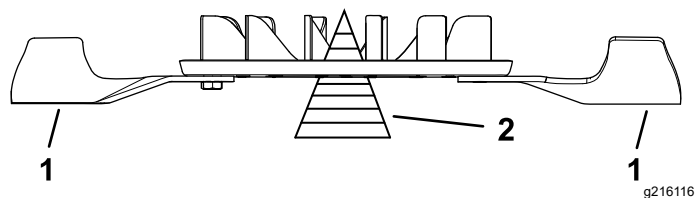

Figura 109
2. Verificate il bilanciamento della lama mettendola su un bilanciatore delle lame (Figura 109).